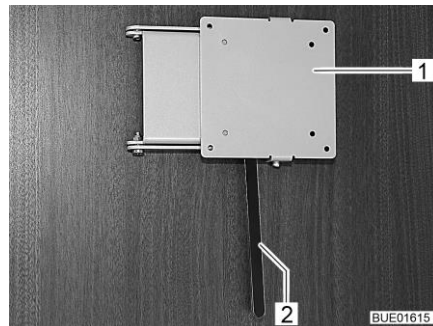

Fig. 92 Support avec levier de déverrouillage
- Pousser le levier de déverrouillage (Fig. 92,2) sur le côté et pivoter le support (Fig. 92,1) et l'écran plat pour les amener en position souhaitée.
- Pivoter l'écran plat en sens inverse, jusqu'à ce que le support (Fig. 92,1) s'enclenche dans le verrouillage.